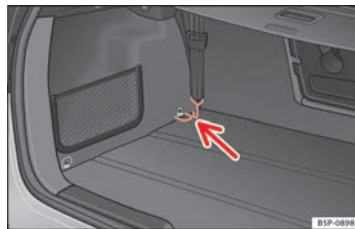

Abb. 122 Verzurrösen zum Spannen des Gepäckraumnetzes
- Hängen Sie die Bänder zum Spannen des Netzes in den vorderen Verzurrösen ein ⇒ Abb. 122.